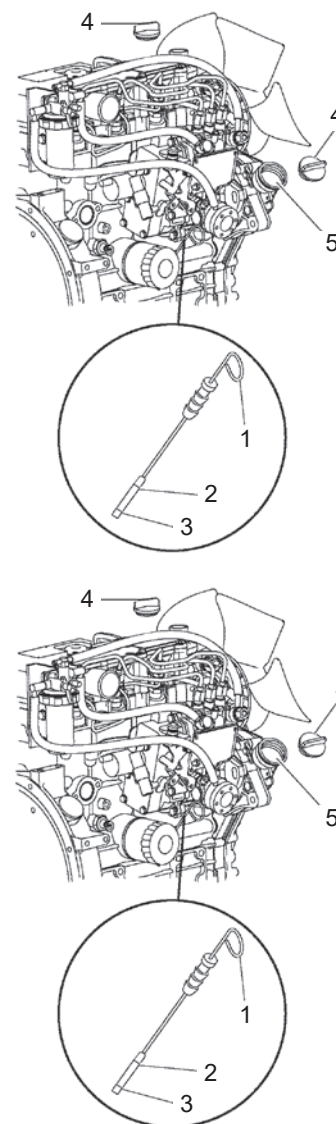

Рис.24
2. Выньте щуп (1, Рис. 24) и протрите чистой тканью.
4. Извлеките щуп. Уровень масла должен находиться между верхней (2, Рис. 24) и нижней (3, Рис. 24) отметками на щупе.
2. Снимите масляную крышку (4, Рис. 24).
3. Добавьте указанное количество моторного масла в верхнее или боковое маслозаливное отверстие двигателя (5, Рис. 24). Постепенно заливайте моторное масло при заливке через заливное отверстие на капоте. Залейте не более 1,2 литра моторного масла в течение 30 секунд или более. Смазочное масло двигателя может попасть в камеру сгорания, что приведет к гидравлическому удару и повреждению двигателя.
6. Установите на место масляную крышку (4, Рис. 24) и затяните ее вручную. Чрезмерное затягивание может повредить крышку.